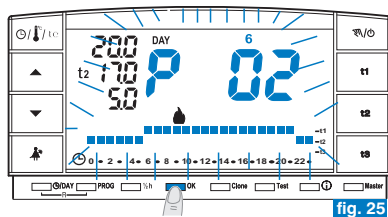

fig. 25
- Al termine della lettura del programma premere il tasto **OK** per reinserirlo (in assenza di questa operazione, dopo 3 minuti il cronotermostato reinserisce il programma inizialmente impostato) esempio in fig. 25.